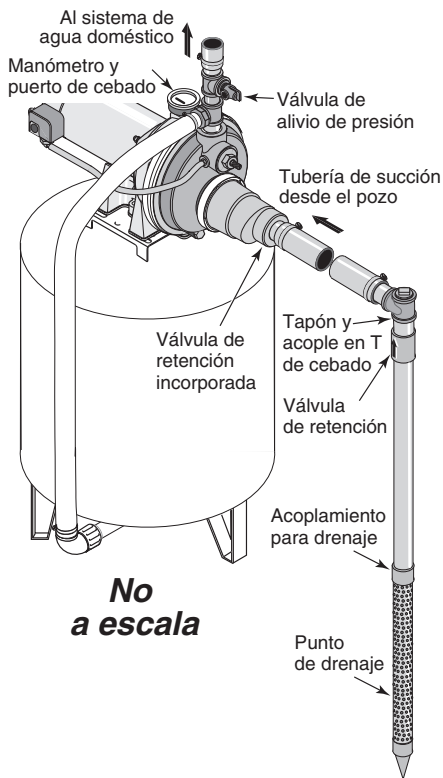

Figura 5 - Instalación de punto de drenaje
5. Use la menor cantidad posible de conexiones, especialmente codos, cuando conecte la tubería desde el punto del pozo al puerto de succión de la bomba. La tubería de succión debe ser al menos tan grande como el puerto de succión de la bomba (incluida la válvula de retención - ver Figura 5). Sujete la tubería para que no haya hundimientos o combaduras en la tubería, para que no fuerce el cuerpo de la bomba y para que ascienda levemente desde el pozo hacia la bomba (los lugares altos pueden generar bolsas de aire que pueden bloquear la bomba). Selle las juntas de la tubería de succión con la cinta de PTFE para sellar roscas de tuberías o un compuesto para juntas de tuberías con PTFE aprobado para usar en PVC. Las juntas deben ser herméticas y no deben permitir el paso del agua ni de aire. Si la tubería de succión puede succionar aire, la bomba no podrá extraer agua del pozo. Si el punto del pozo no suministra suficiente agua, conecte dos o tres el punto del pozo a una tubería de succión